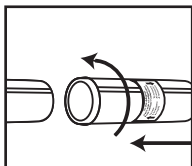

FIGURE 3
8. Insérez l'adaptateur dans l'extrémité du tuyau, puis fixez la rallonge ou l'un des accessoires à l'autre extrémité de l'adaptateur, et ce, en fonction de votre application de nettoyage. Tournez légèrement pour serrer le raccord. **FIGURE 3.**